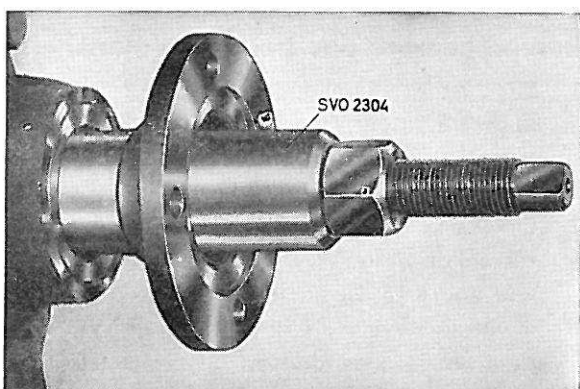

Figure 19. Remontage du flasque d'entraînement
4. Remonter le flasque d'entraînement en se servant de l'outil-presse SVO 2304, figure 19. Remonter les autres pièces.